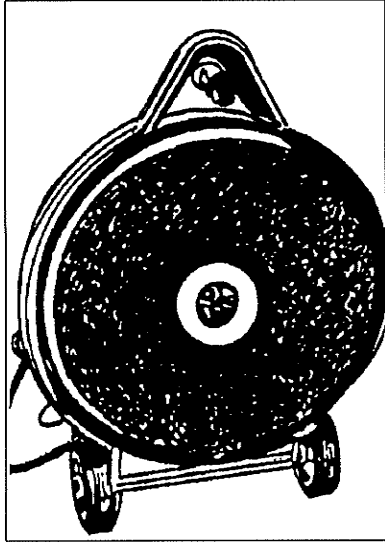

Figure 2
3. Position the handle on the floor, so that the machine is laying on its back. See Figure 2.
2. Couché la poignée sur le sol, de façon à ce que la face inférieure de la machine soit visible. Voir figure 2.